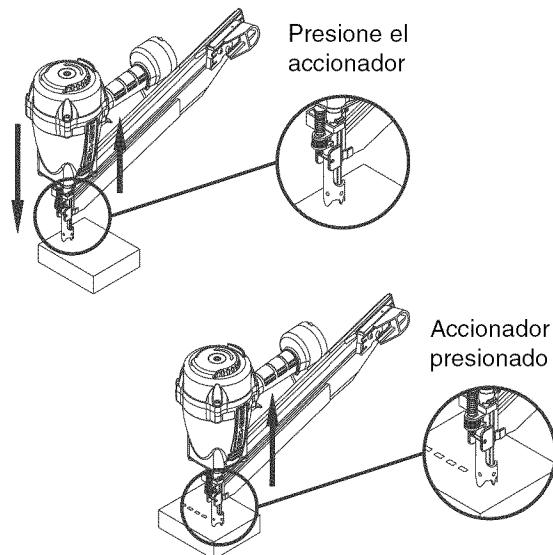

Figura 3 – Operación del Disparador de Contacto
- La herramienta de aire está equipada con un mecanismo de seguridad para el disparador de contacto (vea la Figura 3) que incapacita la herramienta a menos que el disparador de contacto se empuje contra el trabajo. Sujete el cuerpo firmemente y apriete el disparador de contacto sobre la pieza de trabajo, donde se va a aplicar el sujetador. Apriete el gatillo para clavar el sujetador en la pieza de trabajo.